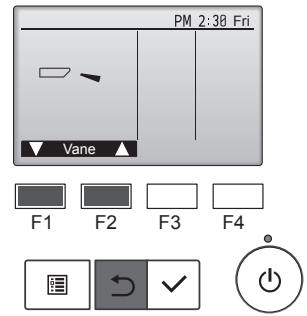

Fig. 8-4
- ② Kanat çalıştırma ekranını görüntülemek için [SEÇİM] düğmesine basın ve otomatik kanadı kontrol etmek için [F1] ve [F2] düğmelerine basın. (Fig. 8-4)